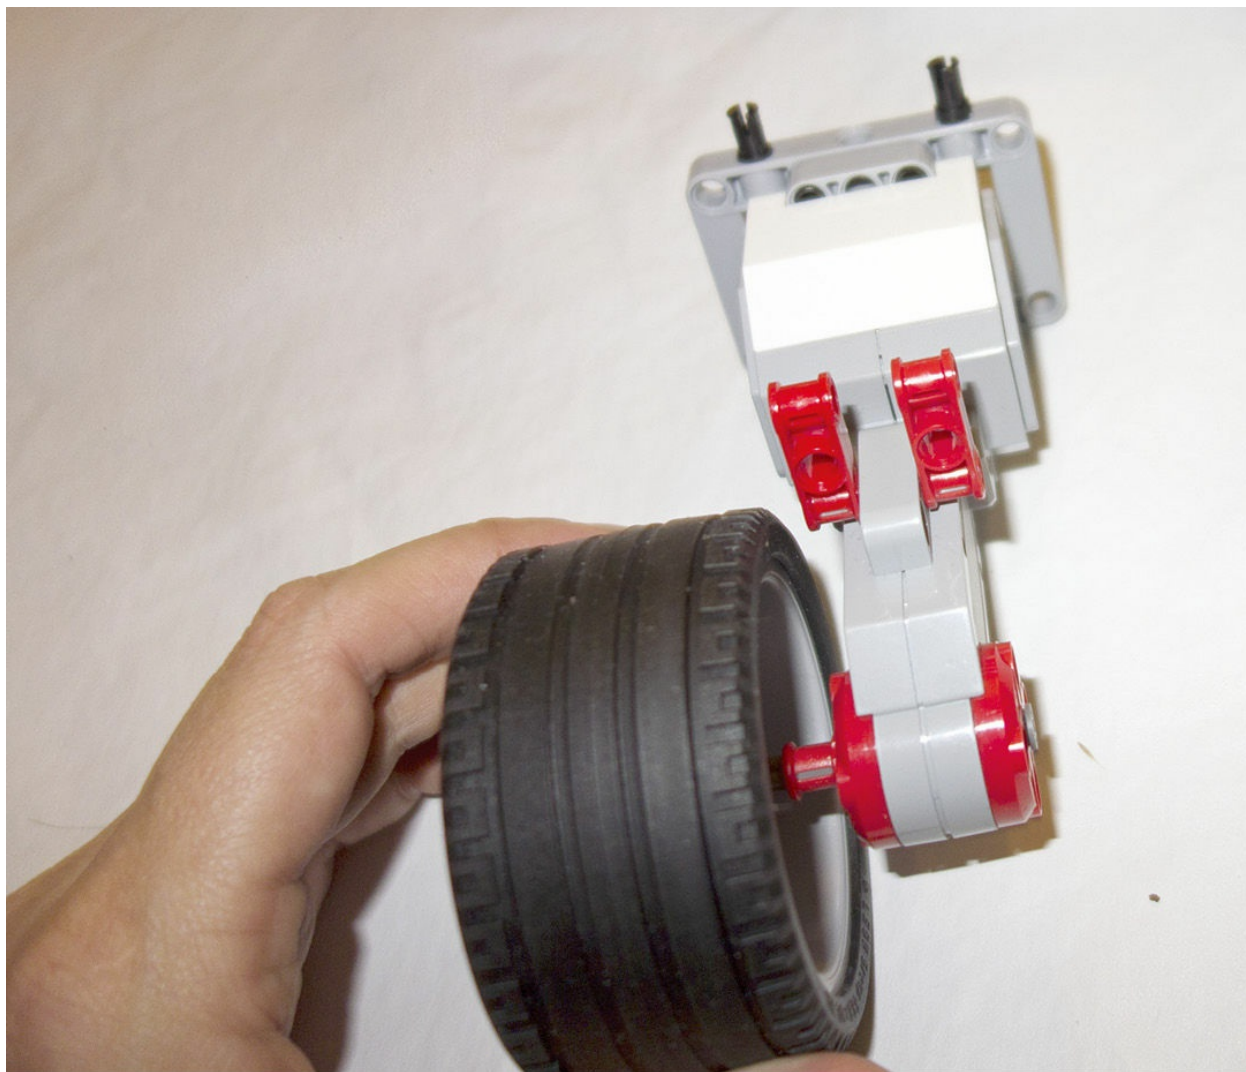

图11.15 用同样的结构，按照相反的方向安装第二个轮子
**10.** 整个安装好的轮子结构应该看起来与图11.15类似。重复这些搭建步骤，这样你就有两个相同结构的轮子了。